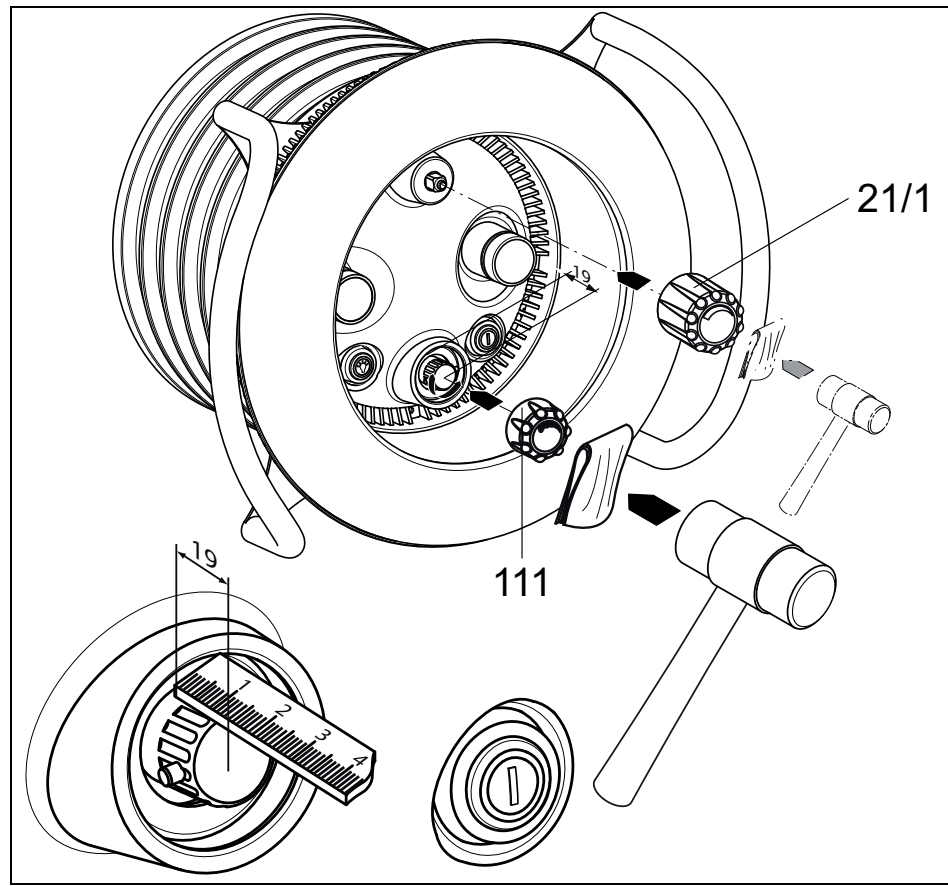

Abb.13
12. Kappe für Mengen- (**21/1**) und Luftregulierung (**111**) mit Hilfe eines Gummi-Hammers und eines Schutzuches befestigen (Abb.13).